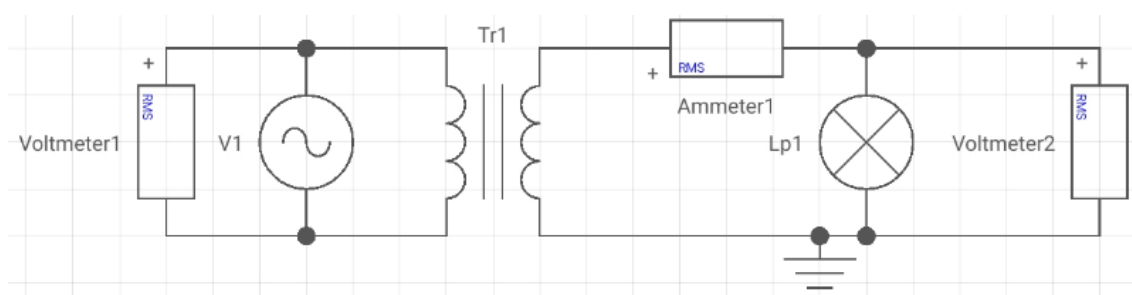

Figura 4.2
4.2 - Escolha uma lâmpada em MISC (onde também é possível selecionar voltímetro e amperímetro), monte o circuito da **Figura 4.2** e meça tensão e corrente. O secundário do transformador deve ter 5 V eficaz, portanto, dimensione L2 (L1 = 1 H e a tensão no primário é de 220 V eficaz). Além disso, clique na lâmpada, vá em PROPERTIES e altere VOLTAGE para 5 V. Por fim, simule clicando em RUN, clique no LED e depois em SHOW (ícone vizinho a PROPERTIES). Preencha a **Tabela 4.2**. Demonstre as medidas através de “prints” da tela. Obs: a potência deverá ser calculada, a partir das medições realizadas!